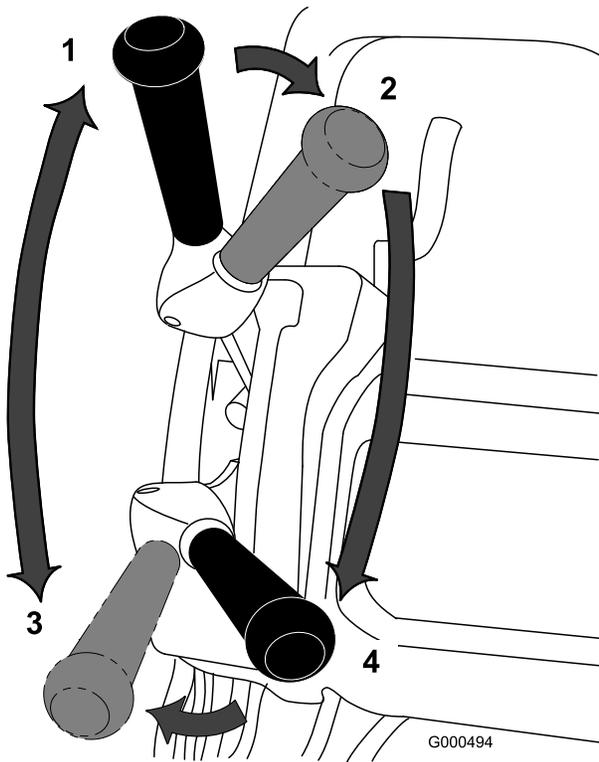

图 23
1. エンジンを始動、スロットルを下げ、カッティングユニットを上げる（ハンドルを下げる）。走行レバー（図 23）を「走行」に入れ、グリーンのカラー（縁）に入る。
2. 走行を「解除」とし、リールレバー（図 23）を回転側に倒す。
3. 走行レバーを「走行」に入れ、スロットルで希望の走行速度に調整し、グリーンへ移動する。希望位置に来たらカッティングユニットを下ろして刈り込み作業を始める (图 23)